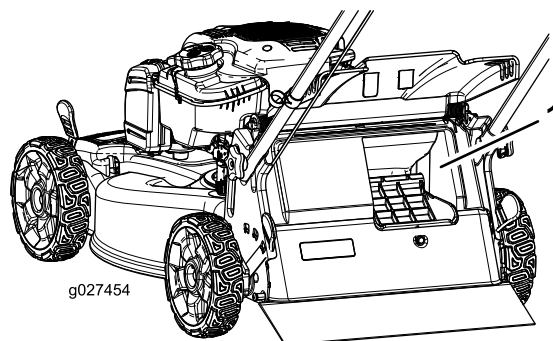

Figura 22
**Importante:** Para asegurar un funcionamiento correcto, retire cualquier recorte de hierba y otros residuos de la tapa de ensacado a demanda y del hueco adyacente (Figura 22) antes de mover la palanca de ensacado a demanda de 1 posición a la otra.